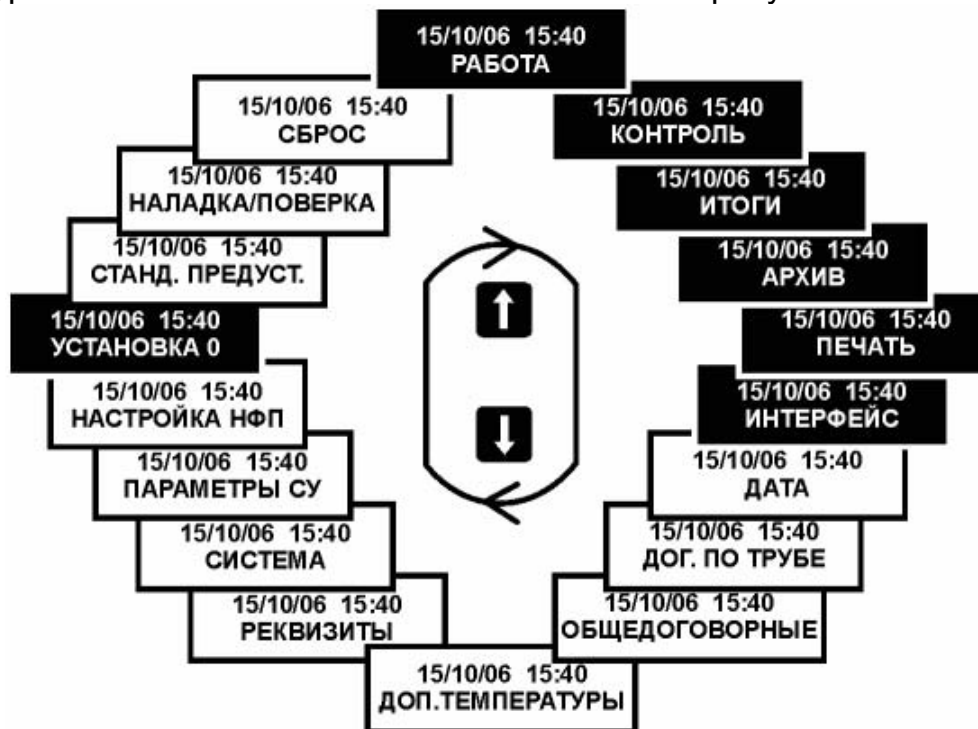

Рисунок 3 – Структура меню тепловычислителя ВКТ–5
- 5) **меню 1–го уровня** (рисунок 3) позволяет выбрать тип настроечных параметров, подлежащих установке, или тип параметров теплопотребления, подлежащих рассмотрению;